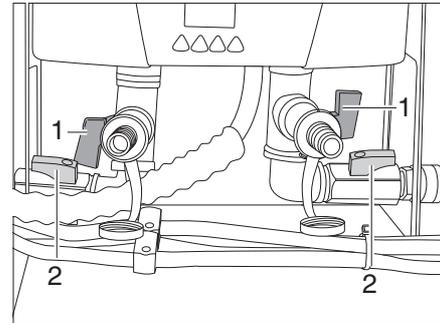

Bild 195 Durchlauferhitzer
- Rote Entleerungsventile (Bild 195,1) schließen.
- Schwarze Ventile (Bild 195,2) öffnen.